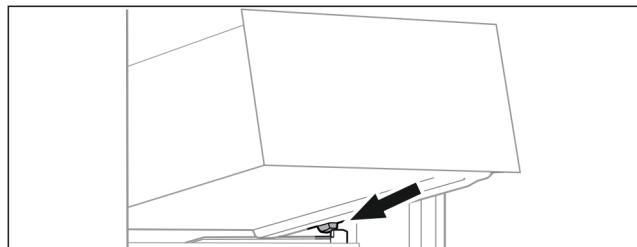

Fig. 72
- Nasadte zásuvku šikmo za zarážkami na rebro nádoby. (pozri Fig. 72)